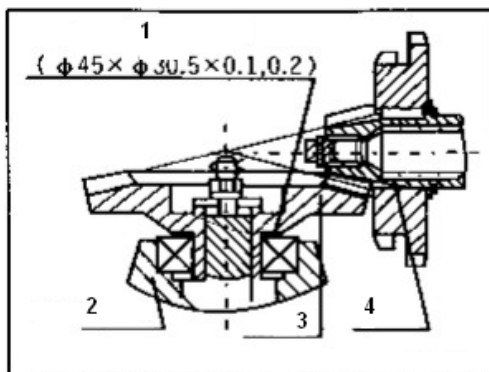

Рис. 7. Структурная схема конической зубчатой передачи в корпусе трансмиссии
1. Регулировка зазора конической зубчатой передачи в картере трансмиссии (см. рисунок 7).